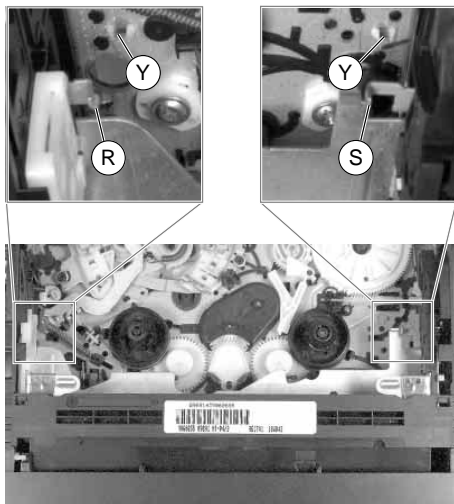
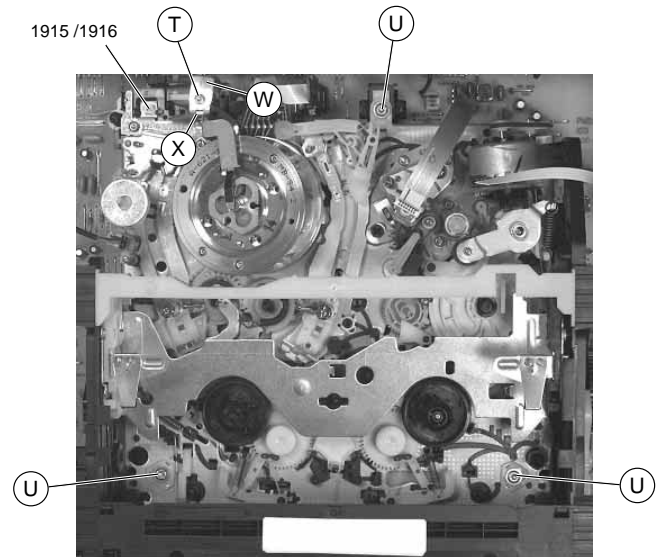

Fig. 11
Fig. 12
- Arretierungen (R) und (S) (Fig. 11) des Cassettenschachtes lösen und diesen dabei so weit nach innen schieben, bis die Schrauben (U) (Fig. 12) zugänglich sind.
- Schrauben (U) herausdrehen (Fig. 12).
- Release the locks (R) and (S) (Fig. 11) of the cassette compartment and move it inwards to gain access to the screws (U) (Fig. 12).
- Undo the screws (U) (Fig. 12).
- Schrauben (U) / (T) herausdrehen (Fig. 12).
- Abschirmblech (W) (Fig. 12) so nach hinten drücken, daß der Halter (X) frei liegt.
- Laufwerk im Bereich des Halters (X) (Fig. 12) vorsichtig etwas anheben, damit sich die Steckverbindung 1915 /1916 zwischen dem Laufwerk und der Chassisplatte löst.
- Rastnasen (Y) (Fig. 11) lösen und Laufwerk aus dem Gerät nehmen.
- Undo the screws (U) / (T) (Fig. 12).
- Push the shielding plate (W) (Fig. 12) to the rear so that the holder (X) is freely accessible.
- Lift the Drive Mechanism carefully by a small amount at holder (X) (Fig. 12) to disengage the plug-in connection 1915 / 1916 between the Drive Mechanism and the Family Board.
- Disengage the locking lugs (Y) (Fig. 11) and remove the Drive Mechanism.